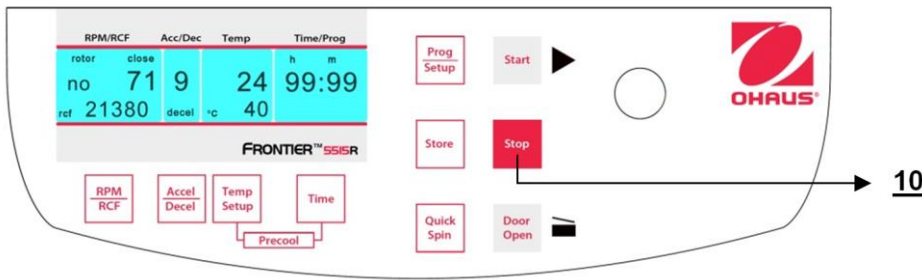

Figura 27
Con el botón "Stop" (10) (vea la Figura 27) puede interrumpir la operación en cualquier momento. Después de presionar el botón, la centrífuga se desacelera con la intensidad preseleccionada en descenso hasta parar completamente.